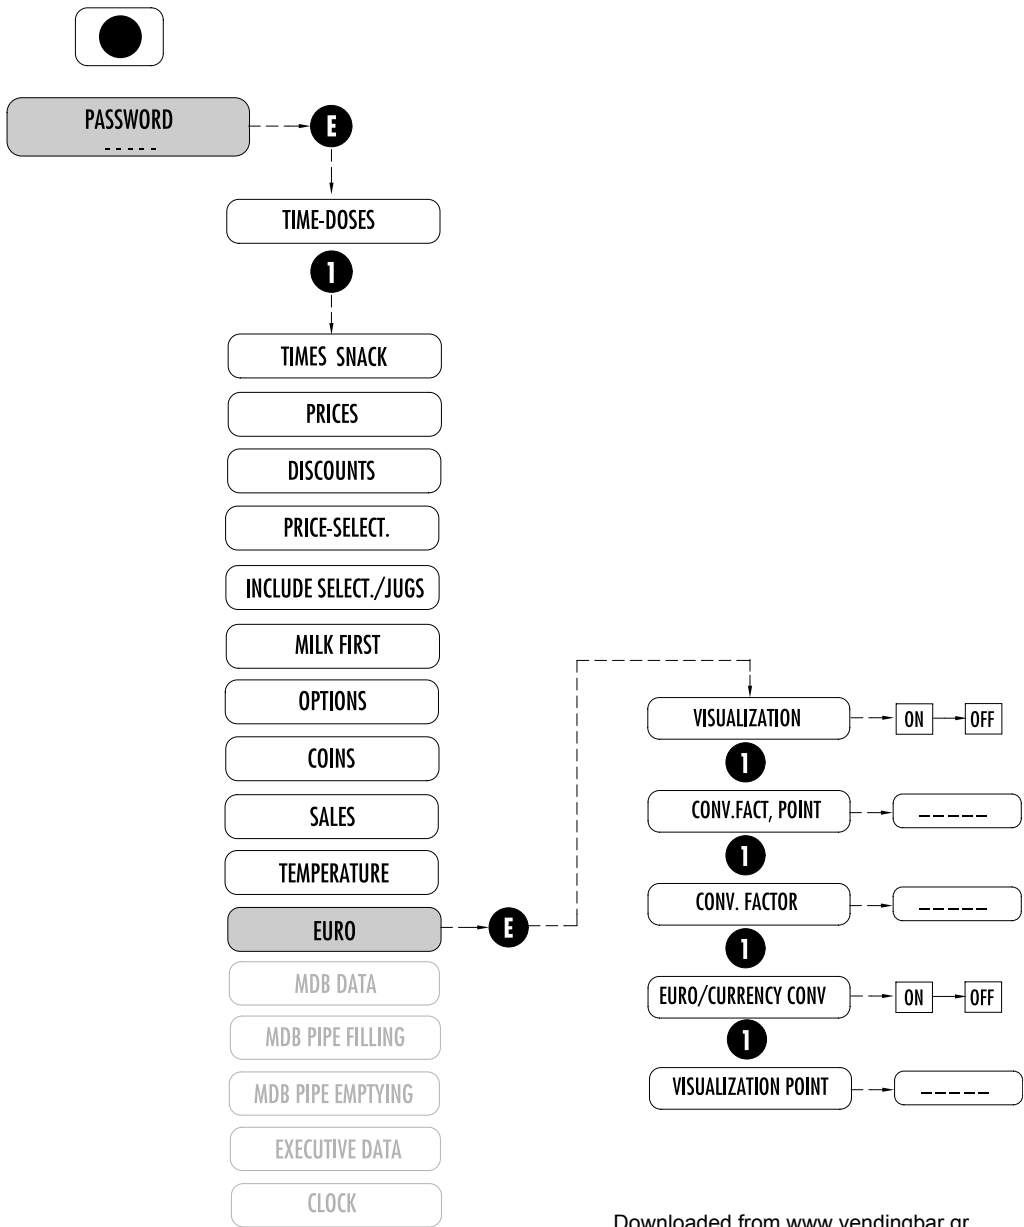

Fig. 7.15
7.2.12 EURO OPTIONS (Fig. 7.15)